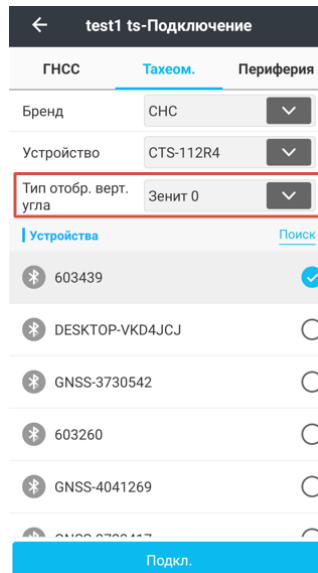

Рисунок 5.1.14
4. При подключении тахеометра к контроллеру в LandStar версии 8.1.0 и выше установите тип отображения вертикального угла – **Зенит 0** (Рисунок 5.1.14).